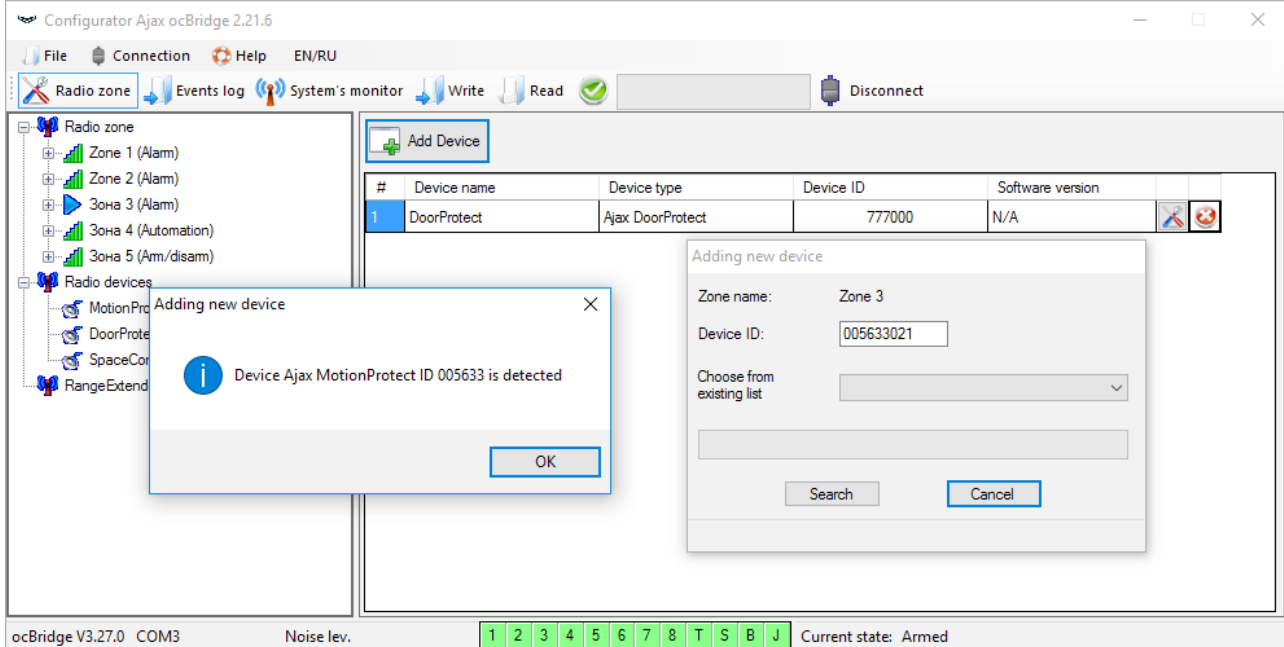

Imagen 4. Ventana de registro del dispositivo
Luego, se seleccionarán el “Tipo de zona” y las configuraciones apropiadas (consulte los párrafos **Gestionar la unidad central** del presente manual). Para agregar un dispositivo, elija la zona necesaria y haga clic en el botón **“Agregar un dispositivo”**. Luego, aparece la ventana **“Agregar nuevo dispositivo”** y es necesario ingresar el identificador (ID) del sensor aplicado debajo del código QR, luego haga clic en el botón **“Buscar”** (Imagen 4).
4. Cuando los sensores se hayan registrado con éxito en el sistema de seguridad, haga clic en el botón **“Escribir”** (Imagen 4) para guardar los datos de configuración de los sensores en la memoria del receptor ocBridge Plus. Cuando ocBridge Plus esté conectado a la PC, haga clic en el botón **“Leer”** (Imagen 4) para leer la configuración de los sensores guardados previamente en la memoria de ocBridge Plus.